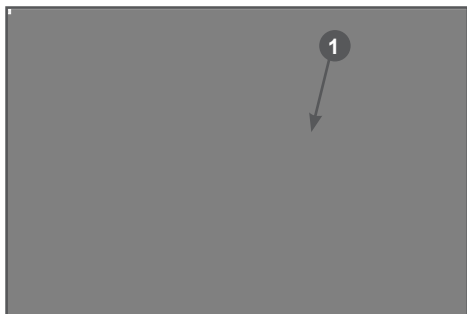

Рис. 6 Установка трубы напорной «В»
6. Соедините выступы на трубе «А» с пазами в трубе «В». Нажмите на трубу «В» в сторону трубы «А» до упора и поверните трубу «В» против часовой стрелки (если смотреть со стороны двигателя) до плотной её фиксации (Рис. 6).